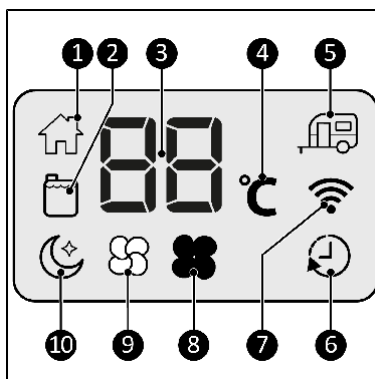

Figura 3
5. Le spie della modalità Uso domestico (figura 3, elemento 1) e della modalità Roulotte (figura 3, elemento 5) lampeggiano.